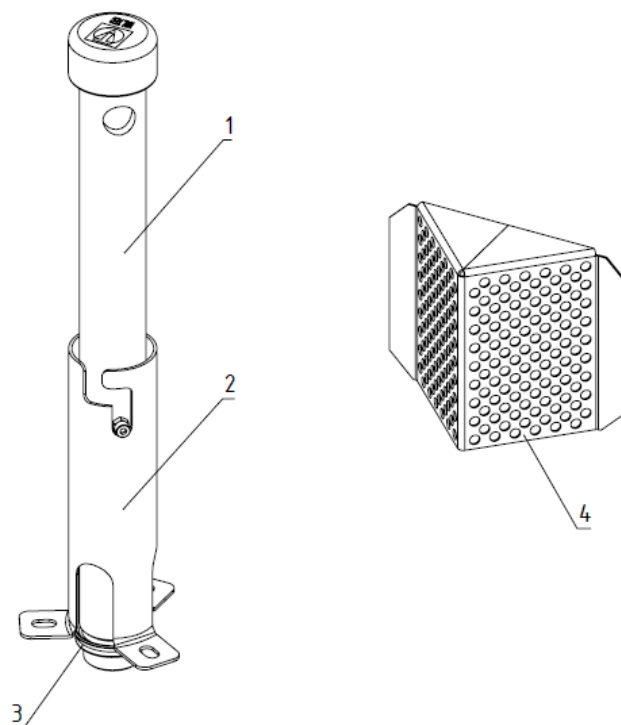

Рисунок 2 – Трубка перелива с фильтром.
- трубка перелива (переливной патрубок) с фильтром (рис. 2, поз. 1 и 4), трубка перелива служит для слива излишка воды в канализацию;